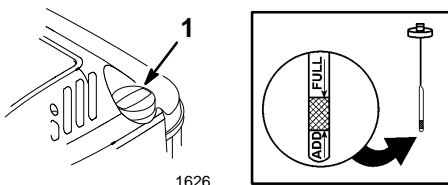

Figure 5
Avant chaque utilisation, vérifier que le niveau d'huile arrive entre les marques maxi (FULL) et mini (ADD) de la jauge (Fig. 5). Rajouter de l'huile si le niveau est bas.
1. Placer la tondeuse sur un sol plat horizontal et nettoyer tout autour du bouchon de jauge (Fig. 5).
5. Retirer la jauge et lire le niveau d'huile sur le bout de la jauge portant les marques FULL et ADD (Fig. 5).